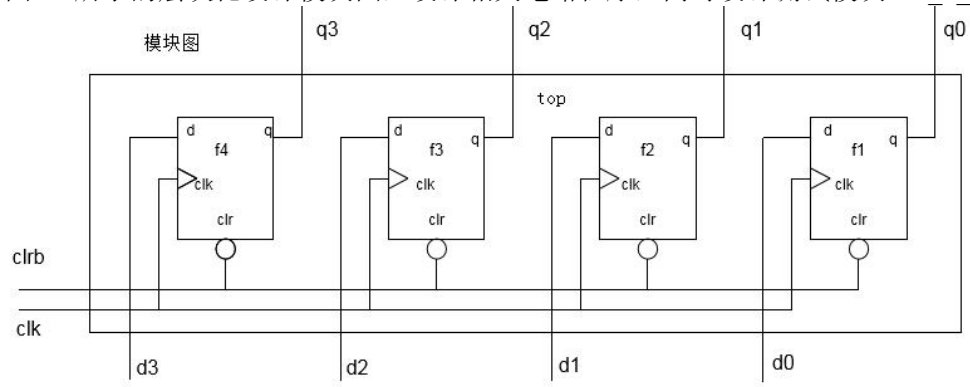

图 16 层次化设计模块图
15.根据下图 16 所示的层次化设计模块图，设计相关电路程序，同时设计测试模块（d 4 tb）。